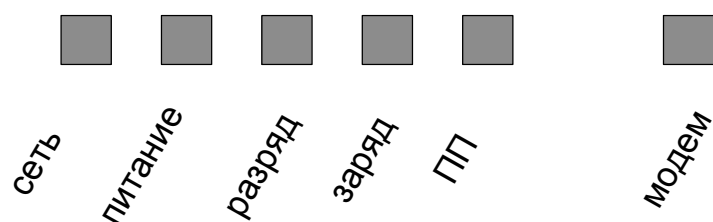

Рисунок 3 – Светодиодная линейка (для одноканального расходомера)
2.5.5 Контроль работы РШ осуществляется при помощи светодиодной линейки расположенной на его передней панели (рисунок 3).